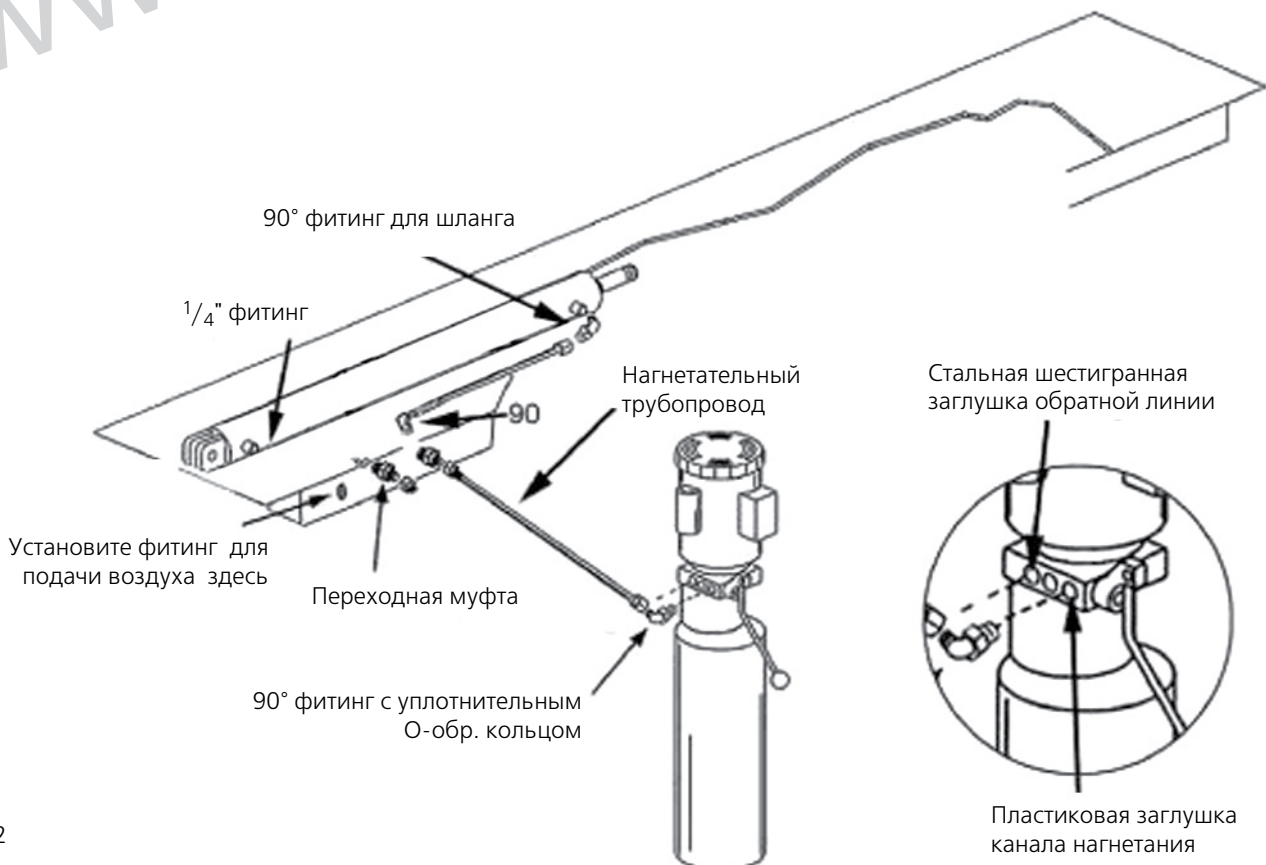

Рис. 12
4. Подсоедините гидравлические шланги, как показано ниже. Убедитесь, что они пропущены через предохранительные кольца, расположенные внизу платформы. УБЕДИТЕСЬ, ЧТО ШЛАНГИ НЕ СОПРИКАСАЮТСЯ С ТРОСАМИ (рис. 12).